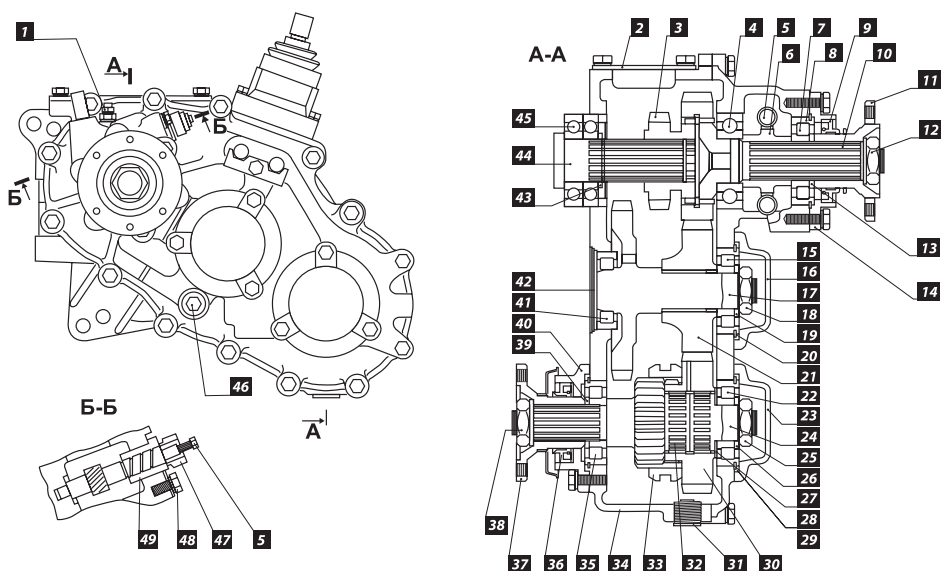

Рис. 1
❶ **ВНИМАНИЕ:** Перед снятием Раздаточной коробки (далее РК) с автомобиля – слейте масло, открутив пробку сливного отверстия [31] (Рис. 1) (объем масла в РК 0.8 л).
1. Открутите крепление переднего и заднего карданов к фланцам [11], [37] (Рис. 1).
❶ **ВНИМАНИЕ:** Данную операцию советуем выполнять с помощником, даже если производите снятие РК с машины без снятия моноблока (РК+КПП).